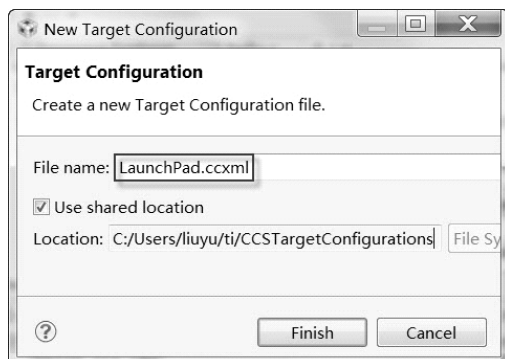

图 1-10 给 .ccxml 文件命名为 LaunchPad
① 创建目标配置文件 (.ccxml 文件)。操作步骤: 选中 File→New→Target Configuration File 选项, 在弹出的 Target Configuration 菜单中给 .ccxml 文件命名为 LaunchPad, 如图 1-10 所示。